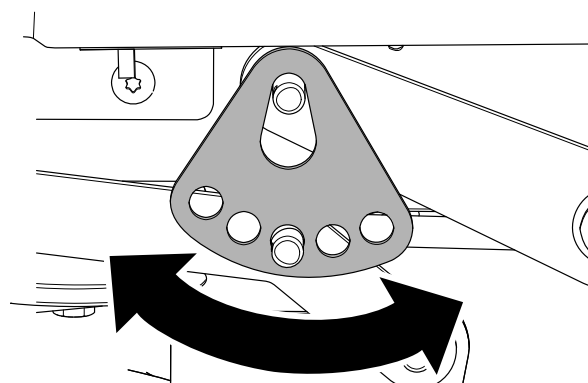

Figura 64
7. Gire la placa de ajuste de la altura de corte a otro orificio para que apoye el peso de la carcasa de corte después de instalar la placa (Figura 64).
8. Instale la arandela y la chaveta (Figura 64).